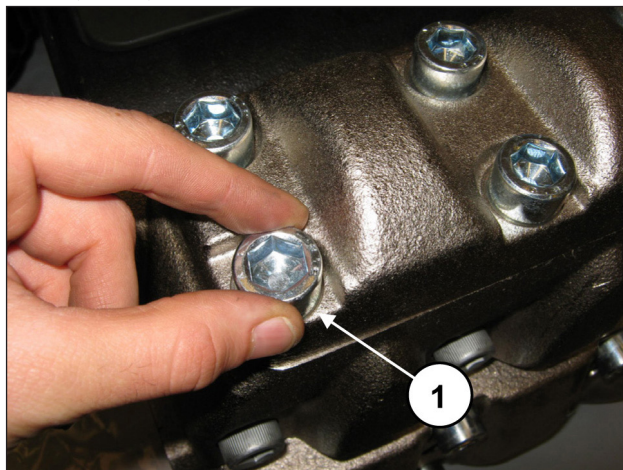
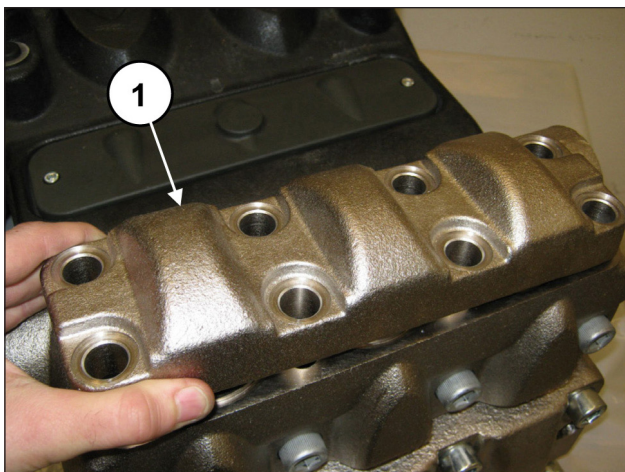

图 139
图 140
拧松排出阀盖的8个M16x45螺栓(①, 图 139)并拆除阀盖(①, 图 140)。